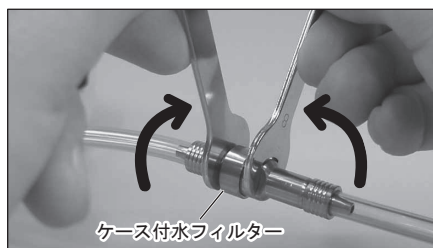

図 21
- 2) スパナ (5x8) 2本をケース付水フィルターに掛け、矢印の方向に回します。(図 21)